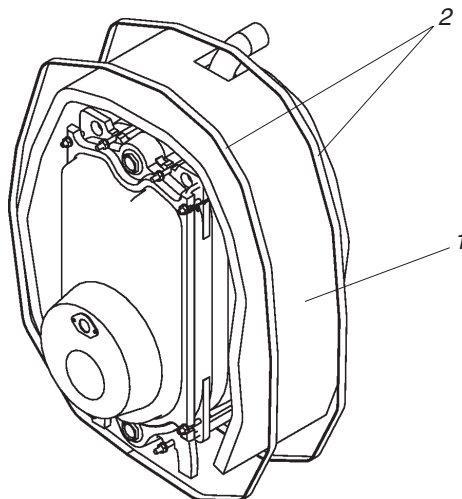

Fig. 4.9
- Dra ut glasullsmattan ur plåtemballaget (1), och linda den runt värmepannestommen och placera den såsom visas i (fig. 4.9)
- Fäst de två skivorna av isolerskikt med det bifogade järnbandet (2)